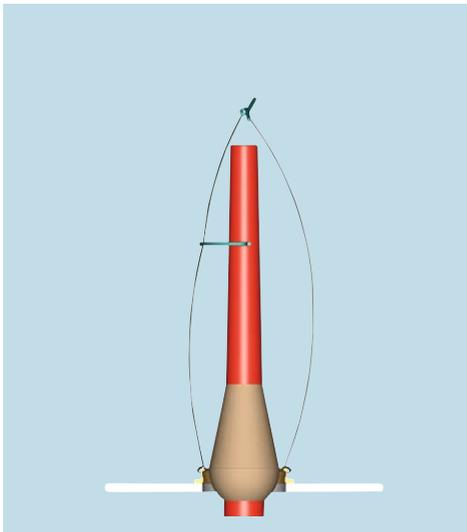

Fig. 1: Base de canilla con diámetro de canilla completa
- 1 Seleccione el peso del cursor en la parte inferior en la canilla cuando la bobina alcanza el diámetro completo (Fig. 1)